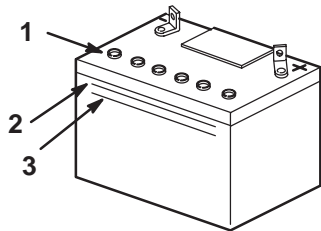

Bild 36
2. Sehen Sie sich die Seite der Batterie an. Der Füllstand muss bis zur oberen Linie reichen (Bild 36). Der Säurestand darf nicht unter die untere Linie fallen (Bild 36).
3. Nehmen Sie die Entlüftungsdeckel von der Batterie ab (Bild 36).
4. Gießen Sie langsam destilliertes Wasser in jede Batteriezeile, bis der Säurestand die obere Linie (Bild 36) am Batteriegehäuse erreicht.
5. Warten Sie nach dem Füllen der Batteriezeilen fünf bis zehn Minuten. Gießen Sie bei Bedarf destilliertes Wasser in jede Batteriezeile, bis der Säurestand die obere Linie (Bild 36) am Batteriegehäuse erreicht.